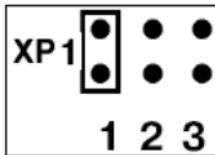

Рисунок 4.13
4.2.4 При необходимости изменения времени задержки срабатывания защиты по напряжению $T_{выкл\ U}$ установите на коммутаторе XP1 перемычку в положение «1» (см. рисунок 4.13).